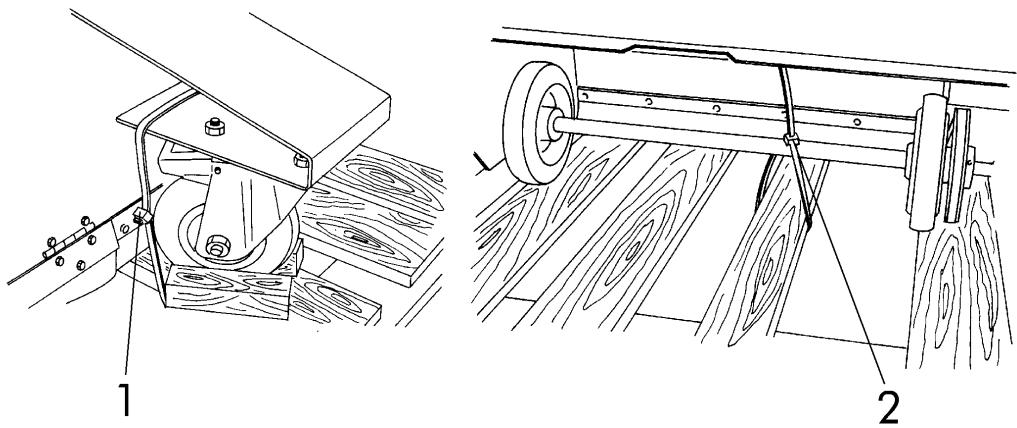

fig. 2a
2. Con unas tijeras, corte las correas en el pallet (1-2 fig. 2a).